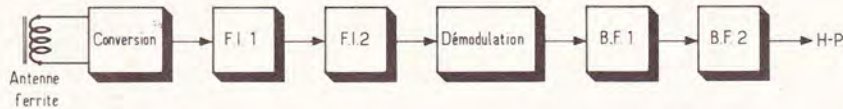

Fig. 15
Le multivibrateur du module produit un signal riche en harmoniques. Cela signifie que ce signal contient des fréquences suffisamment élevées pour qu'on puisse encore le capter avec un récepteur de radio, jusqu'aux gammes des ondes courtes. Ainsi, il devient possible d'appliquer la méthode dynamique au dépannage d'un radiorécepteur, si on divise son circuit électronique en « étages », comme le montre la **figure 15**. Si, par exemple, le signal du multivibrateur passe, quand on l'applique à l'entrée de la démodulation, alors qu'il ne passe plus quand on l'applique à l'entrée du second étage de fréquence intermédiaire (FI), il est évident que c'est l'étage FI2 qui est en cause.
Sur ce point, la méthode de l'amplificateur de contrôle s'avère donc nettement plus souple que celle du multivibrateur. En revanche, cet amplificateur n'accepte que des signaux BF. Dans l'exemple de la figure 15, il n'est donc utilisable qu'après la démodulation, à moins qu'on ne l'utilise avec la sonde HF dont il sera question plus loin.